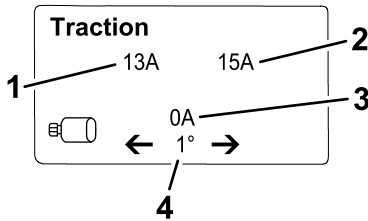

Figura 22
- Pantalla de información de tracción**  (Figura 22): muestra el ángulo de dirección actual y el amperaje asignado a cada motor de tracción.